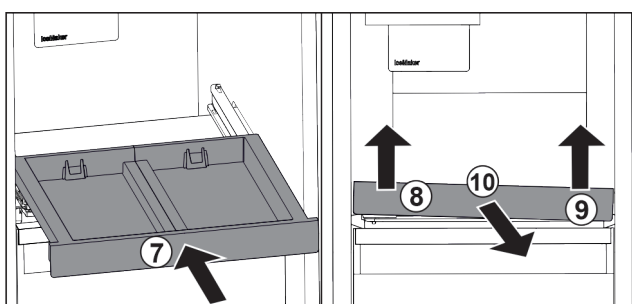

Fig. 102
- Вкарайте изтеглящата се дъска. Fig. 102 (7)
- Повдигнете изтеглящата се дъска отпред отляво. Fig. 102 (8)
- Повдигнете изтеглящата се дъска отпред отдясно. Fig. 102 (9)
- Извадете изтеглящата се дъска напред. Fig. 102 (10)